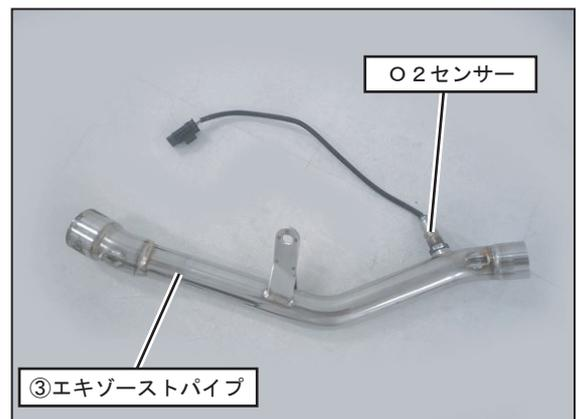

FIG. 5
5. ③エキゾーストパイプのセンサーボスに手順2で車両から外したO2センサーを取り付け、規定トルクで締め付けて下さい。(FIG. 5参照)